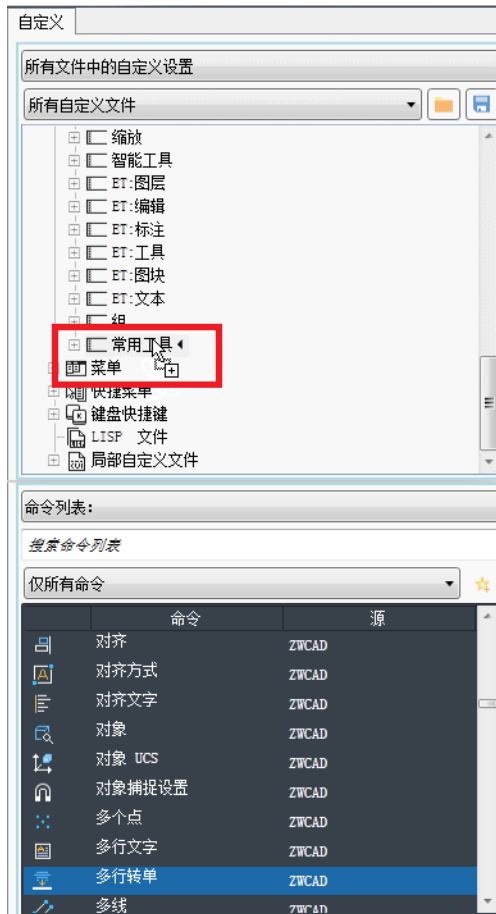

图 2-33 新增选项卡
- 5) 在“命令列表”——“所有命令和控件”中找到要添加到工具栏的命令后。用户可以将命令复制到新建的工具栏中，也可以选中命令后，按住鼠标左键直接拖动到新工具栏中，如图 2-33 所示。